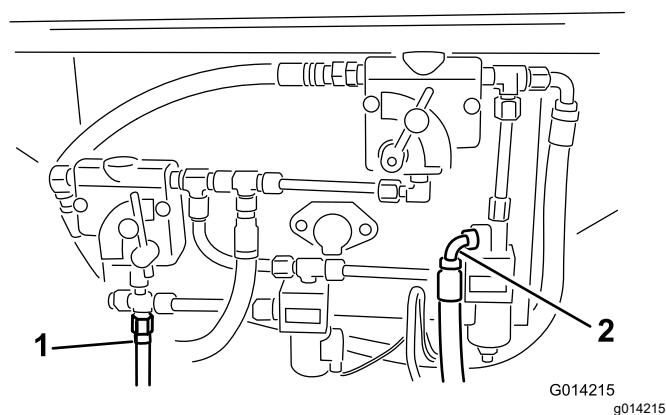
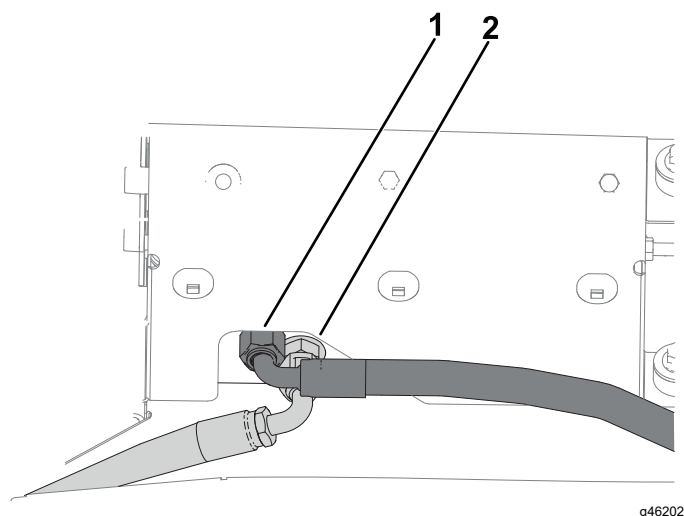
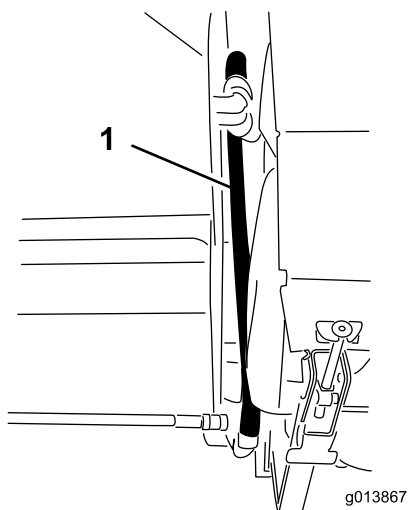
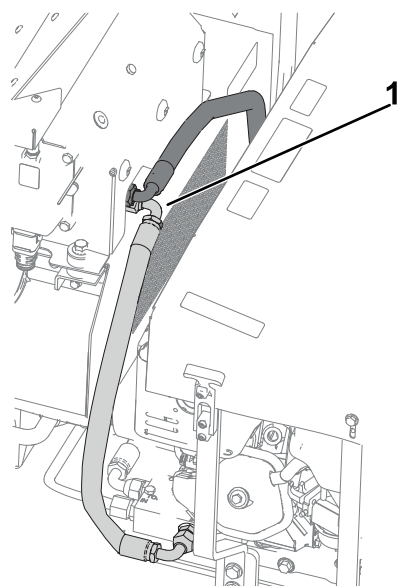

Figura 14
Figura 15
Figura 16
Figura 17
11. Identificate le connessioni di alta pressione e di ritorno sul modello base della macchina. Fate riferimento a Figura 14 per le versioni SH e Figura 15 per le versioni EH.
12. Se i flessibili di alta pressione e di ritorno erano stati precedentemente installati sulle postazioni mostrate in Figura 14 e Figura 15, rimuoverli.
13. Collegate i flessibili idraulici al pannello di comando idraulico. Fate riferimento a Figura 14 e Figura 16 sulle versioni SH e a Figura 15 e Figura 17 sulle versioni EH.